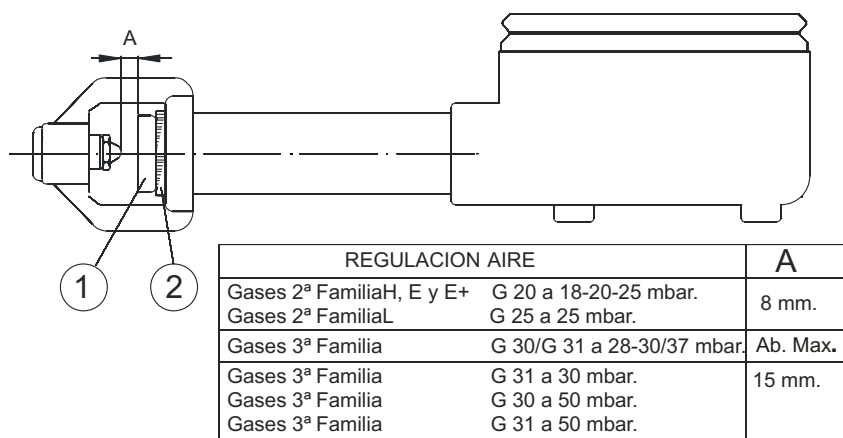

Fig 1
1.- QUEMADOR DESCUBIERTO. -Fig.1
1.- QUEMADOR DESCUBIERTO. - Fig. 1